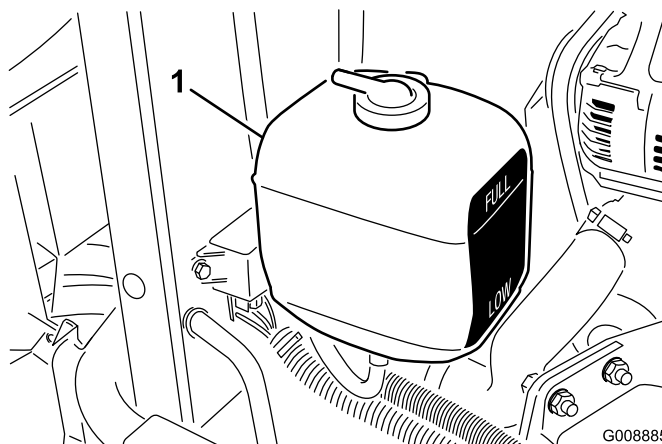

Figure 28
1. Vérifiez le niveau du liquide de refroidissement dans le vase d'expansion (Figure 28). Quand le moteur est froid, le niveau du liquide de refroidissement doit se situer à peu près entre les deux repères qui figurent sur le côté du réservoir.